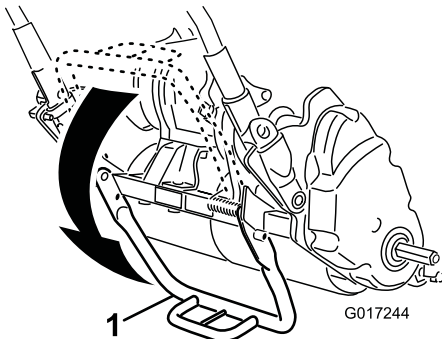

図 15
1. キックスタンドを立てる (スタンドを足で下げながらハンドルを持ち上げる) (図 15)。